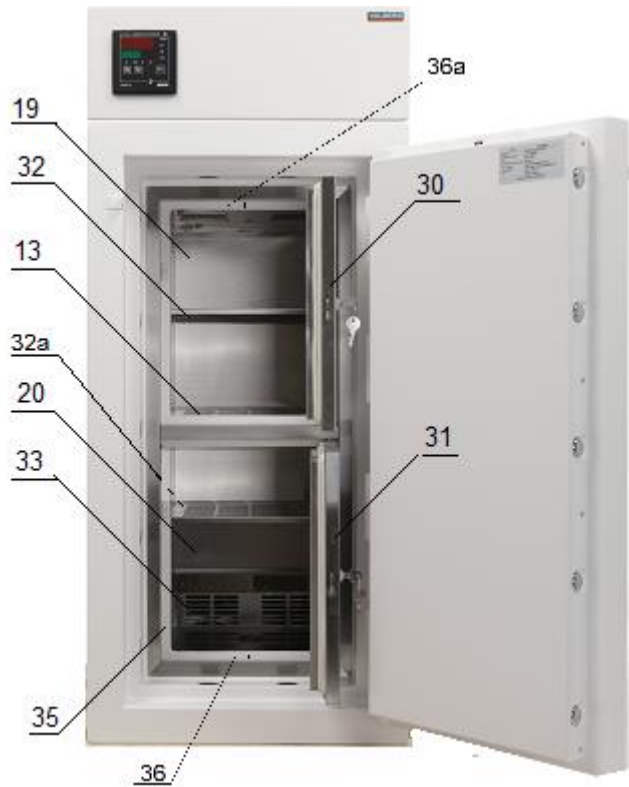

Рис.2. Сейф-термостат медицинский TS-3/50.
4.2 Модель сейфа-термостата медицинского TS-3/50, изготовленная на базе сейфа «Форт 99» (рис.2), оснащена рабочей камерой из стали нержавеющей, емкостью 50 литров, которая разделена стационарной перфорированной перегородкой (13) на две запираемые секции (19,20). Секции рабочей камеры изделия оборудованы дверьми (30,31) с замками и полками (32 и 32а).